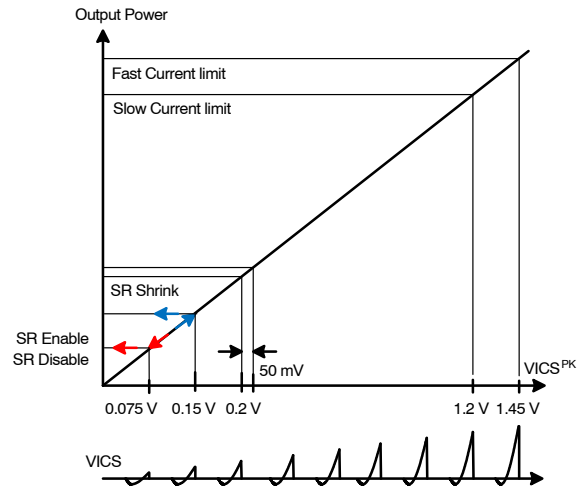
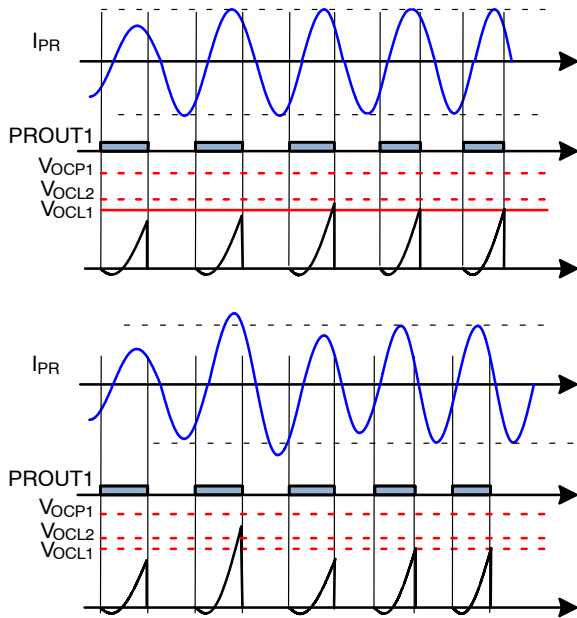
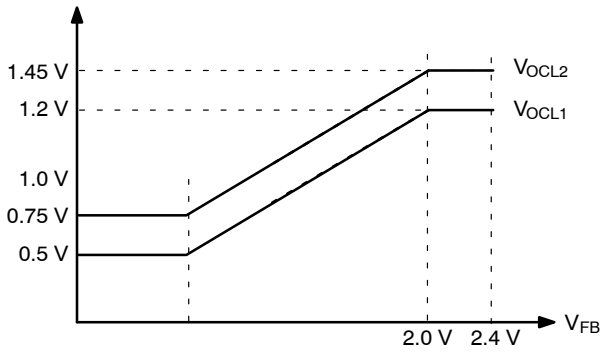

图 63. 与 VICS 峰值电压有关的功能
图 64. 通过频率偏移 (补偿截止) 的 ICS 引脚限流
图 65. 限流阈值调制与反馈电压的函数关系
由于电流感测电压 (VICS) 积分的峰值与 LLC 谐振转换器的平均输入电流成比例关系，其峰值可用于四个主要功能，如图 63 所示。
3. 过流限制：V_{ICS} 峰值还用于输入限流。如图 63 所示，存在两种不同的限流 (快速和缓慢)。在轻度过载条件下，当 V_{ICS} 峰值增加到缓慢限流电平 (V_{OCL1}) 以上时，内部反馈补偿电压将缓慢降低以限制输入功率。此情况将一直持续，直到 V_{ICS} 峰值降至 V_{OCL1} 以下。在较为严重的过载条件下，V_{ICS} 峰值将超过快速限流阈值 (V_{OCL2}) 且内部反馈补偿电压将快速降低以限制输入功率，如图 64 所示。此情况将一直持续，直到 V_{ICS} 峰值降至 V_{OCL2} 以下。V_{ICS} 值的限流阈值还会随着电压感测信号 (V_{FB}) 的减弱而改变，以便在过载条件下限制输出电流，如图 65 示。当转换器在深低于谐振操作下运行较长的保持时间 (请参考保持时间升压功能) 时，这些限制阈值将变为较高的值 (V_{OCL1.BR} 和 V_{OCL2.BR})。